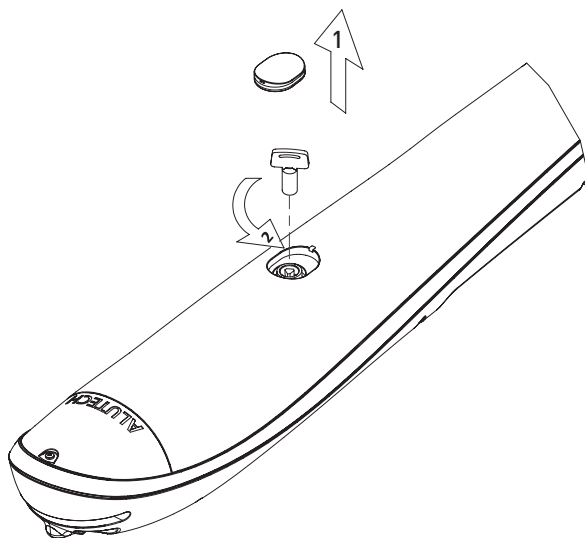

Рисунок 15. Ручная разблокировка
Разблокировка привода (рис. 15) выполняется специальным ключом из комплекта привода. Ключ поворачивается на $\sim 180^\circ$ в направлении маркировки **OPEN**. Чтобы вернуть привод в заблокированное состояние (зацепление) необходимо ключ повернуть в направлении знака **CLOSE**. После блокирования медленно, без рывков и ударов переместите створку рукой, пока не услышите характерный щелчок зацепления.
- Разблокируйте привод как показано на рис. 15.